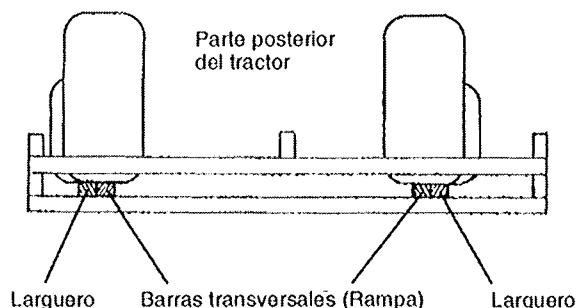

FIGURA 4
PREPARE EL POLÍN (Vea la Figura 4)
- Corte las bandas de amarre delantera y trasera con un cuchillo. Con un martillo, quite las dos (2) barras transversales en la parte superior del polín, golpee hacia afuera, a distancia del tractor. Quite cualesquier clavos/pasadores de seguridad de los largueros. Hágalo con cuidado, usará estas mismas tablas como rampas.
- Coloque las dos tablas en la parte posterior del polín, construyendo una rampa del polín al piso. Las tablas deberán instalarse dentro de los largueros anteriores. (Vea la Figura 4)